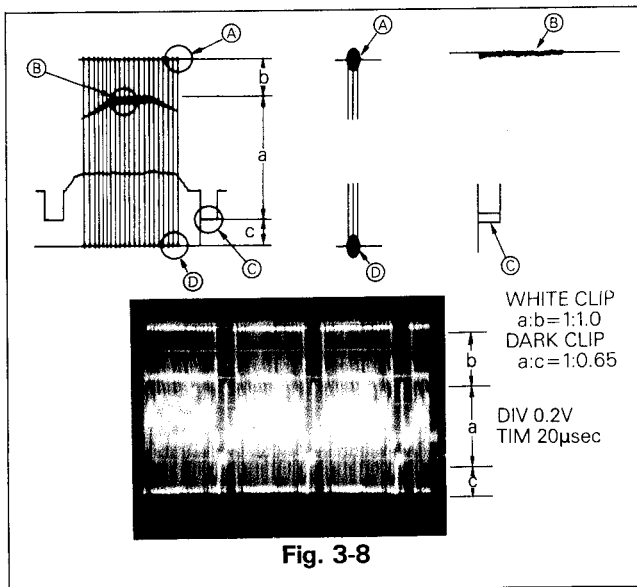

Fig. 3-8
- Régler VR2A4 (écrêtage blanc) et VR2A3 (écrêtage noir) tel que les niveaux de suroscillation soient 100% et 65% respectivement. (Voir Fig. 3-8)